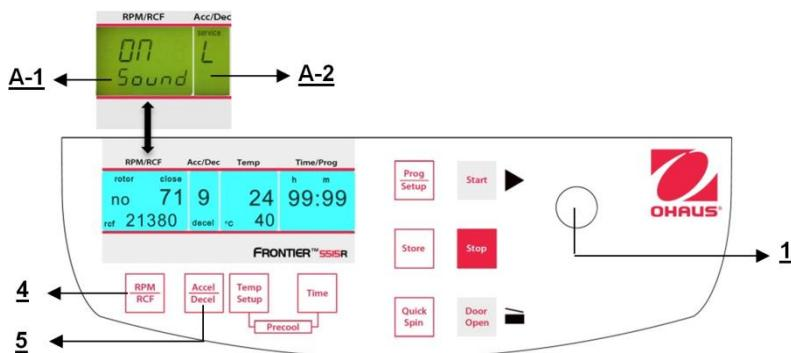

Figure. 32
Poursuivre conformément à la description du paragraphe 4.1.1 pour entrer dans ce mode de programme et appuyer ensuite sur la touche "Accel/Decel" (5). Sur l'affichage "Acc/Dec" (A-2), le mot "Service" clignote. Sélectionner maintenant la lettre "L" avec le bouton de réglage (1). Ceci entraîne l'apparition des mots "On Sound" sur l'affichage "RPM | RCF" (4). En appuyant maintenant sur la touche "RPM | RCF" (4), le mot "On" clignote et il devient possible de couper le son avec le bouton de réglage (1) (voir la figure 32).